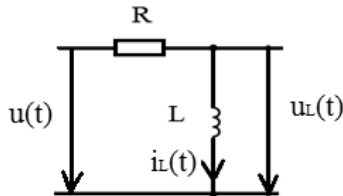

Рис. 5
Рассмотрим цепь, принципиальная электрическая схема которой показана на рис. 5.
3.1. Используя рис.5, рассчитать и построить зависимости амплитудного значения и начальной фазы (при $\varphi_u = 0$) тока в RL – цепи от частоты в диапазоне от 1 до 20 кГц при исходных данных в соответствии с заданным преподавателем вариантом.